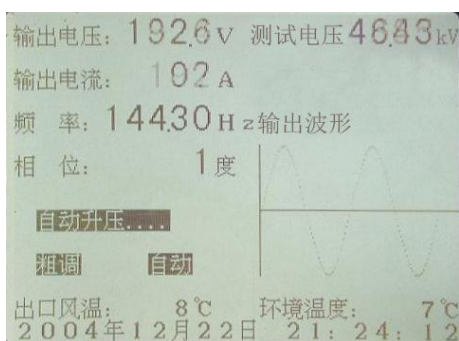

图 28 变频电源装置自动升压过程显示
8.2.3 当确定谐振点后，按动【电压升高】按钮。自动升压将按照下面的步骤来升压：低于试验电压 75% 时，按照每秒 5~10% 的试验电压来进行升压；当大于 75% 的试验电压时，按照每秒 2% 的试验电压来进行升压（见图 28）。在升压至 50% 试验电压时，系统将会再次自动调节谐振频率，以达到最佳谐振点。